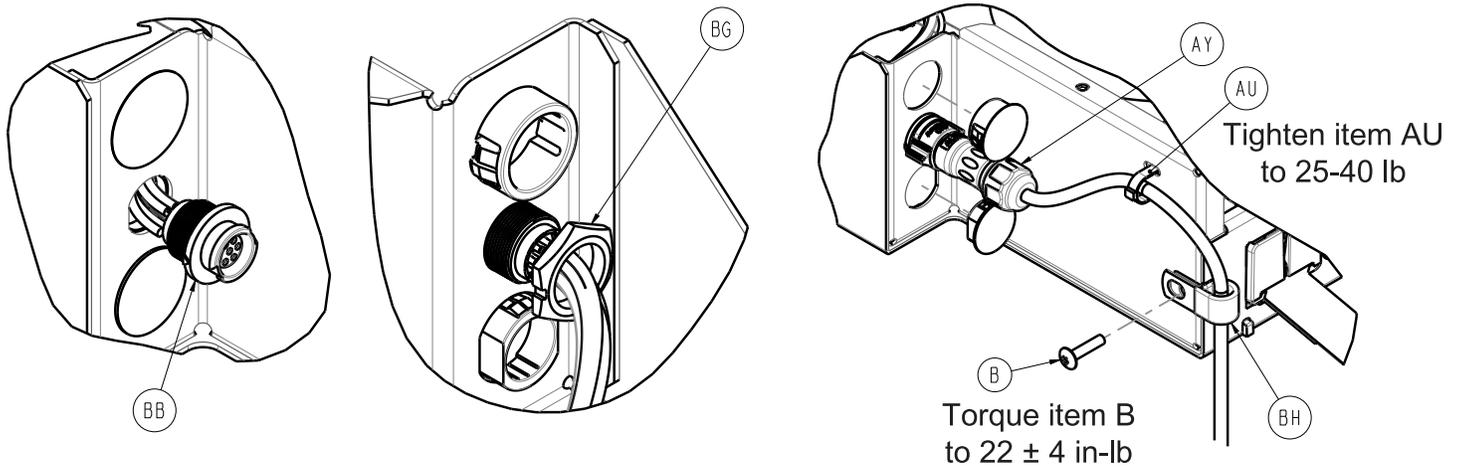

Figure 15 – Câble magnétique détachable
7. À l'aide d'une pince diagonale, couper le serre-câble (AU) qui fixe le côté A du câble magnétique détachable (297300560804) (AY) à la boîte côté pieds (Figure 15). Jeter le serre-câble.